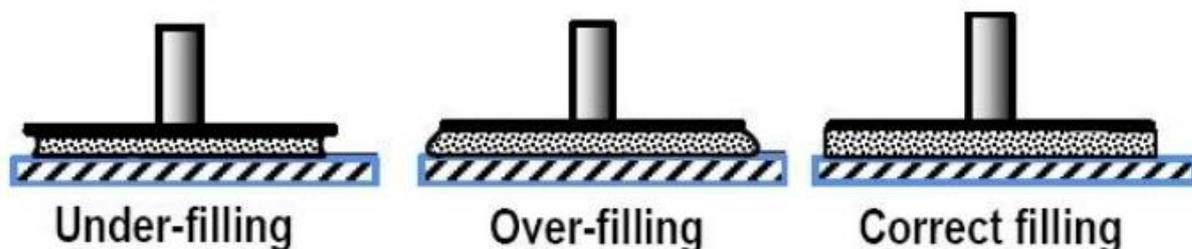

图 6-12
- (3) 使用合适的刮样工具移除溢出到夹具周边的多余样品。测试时样品必须充满夹具，样品过少、过多和刚好情形如图 6-12 所示。